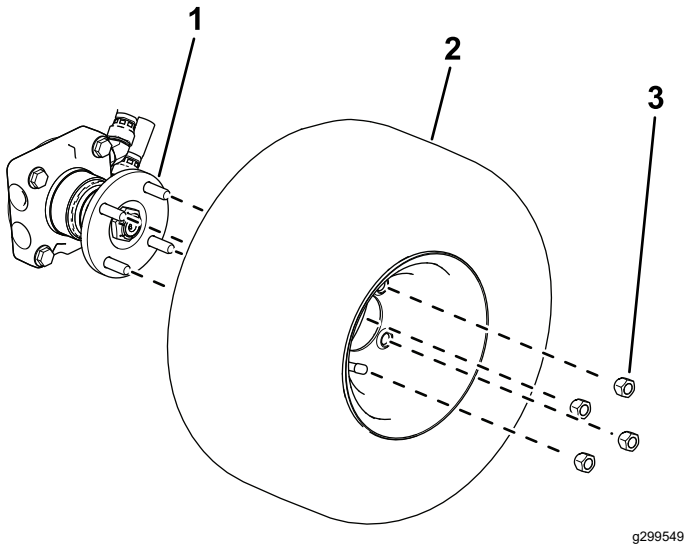

图 4
- **4 轮驱动机器**用 4 个车轮螺母将车轮固定到轮毂上图 4。